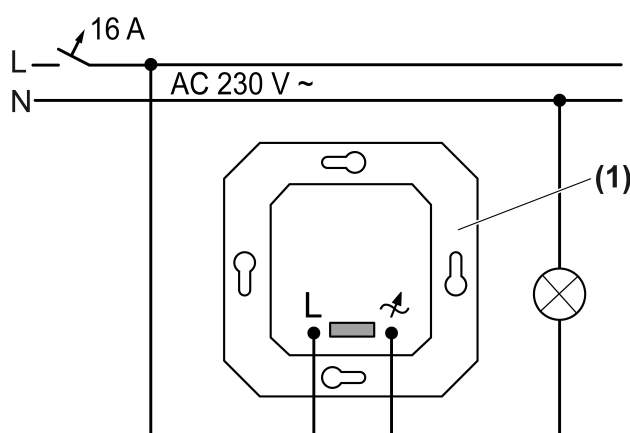

Figure 2: Schéma de raccordement
- Raccorder le variateur (1) conformément au schéma de raccordement (Figure 2).